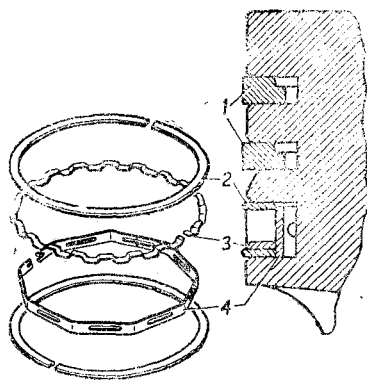

Рис. 8. Установка колец на поршне: 1—компрессионные кольца; 2—кольцевой диск маслосъемного кольца; 3—осевой расширитель; 4—радиальный расширитель
**Компрессионные кольца** устанавливают так, чтобы выточка (при ее наличии) на внутренней поверхности колец была обращена вверх, как указано на рис. 8. При установке компрессионных колец на поршень стыки колец должны быть смещены на 180°.